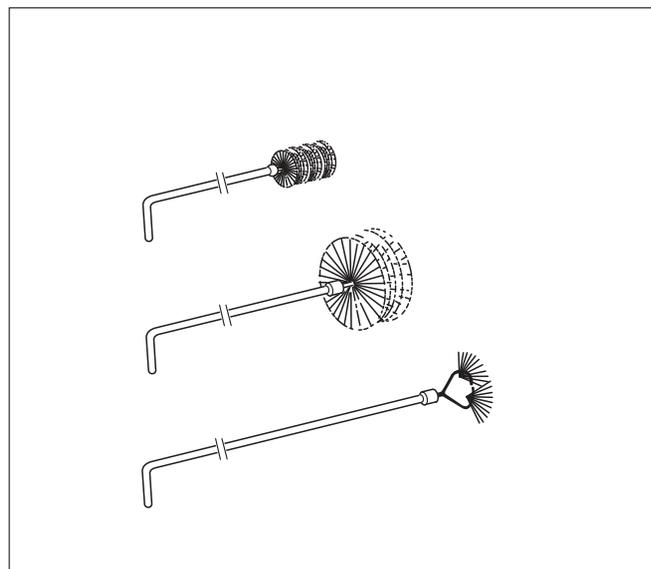
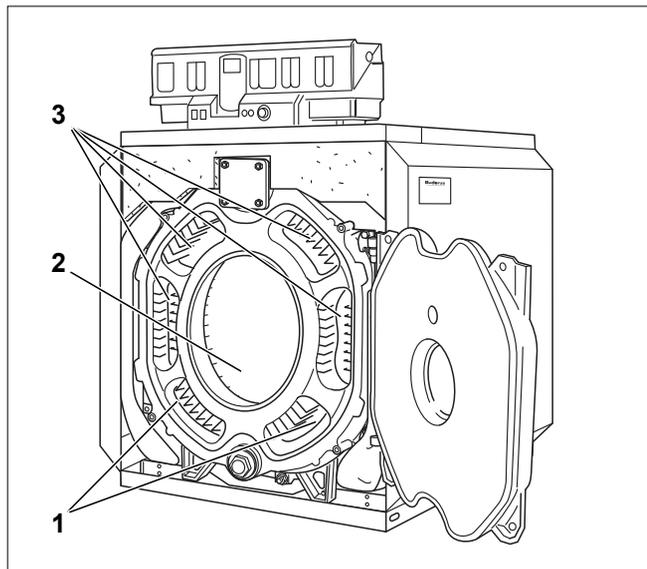

Рис. 53 Щётки для чистки
Рис. 54 Чистка газоотводящих каналов
- ▶ Газоотводящие каналы (рис. 54, [1] и [3]) чистят щётками 1 и 2 (рис. 53) спереди назад.
- ▶ Остальные поверхности топочной камеры (рис. 54, [2]) чистят щёткой 2.
- ▶ Очистите нижние газоотводящие каналы спереди щёткой 2 (рис. 54, [1]).